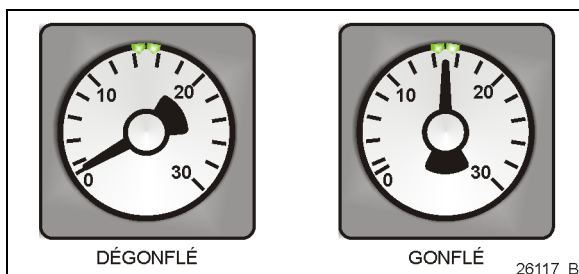

FIGURE 14: MANOMÈTRE DU JOINT GONFLABLE
- Enfin, le joint gonflable peut être regonflé en tournant la poignée de la soupape dans le sens antihoraire. Vérifier le manomètre du régulateur de pression du joint gonflable pour voir si la pression augmente jusqu'à environ 15 psi. (Figure 14). L'aiguille du manomètre doit être placée entre les deux petits repères verts du cadran.
7. Finalement, le joint gonflable peut être regonflé en tournant la poignée de la soupape dans le sens antihoraire. Vérifier le manomètre du régulateur de pression du joint gonflable pour voir si la pression augmente jusqu'à 15 psi (Figure 14).